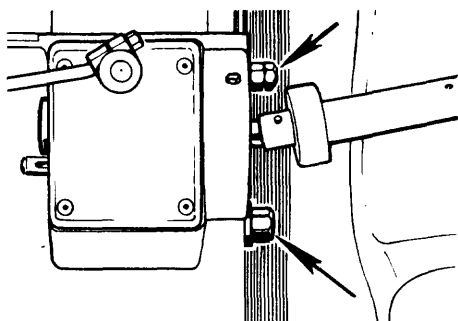
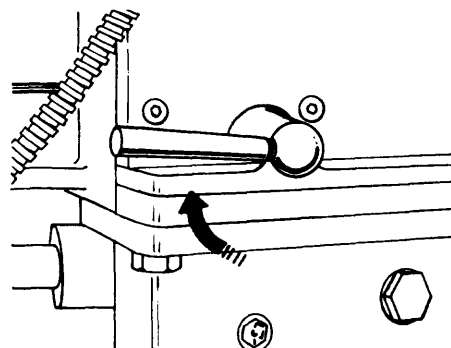

Fig. 6
Fig. 7
- c Bloquee la consola (fig. 6) y el carro transversal (fig. 7).